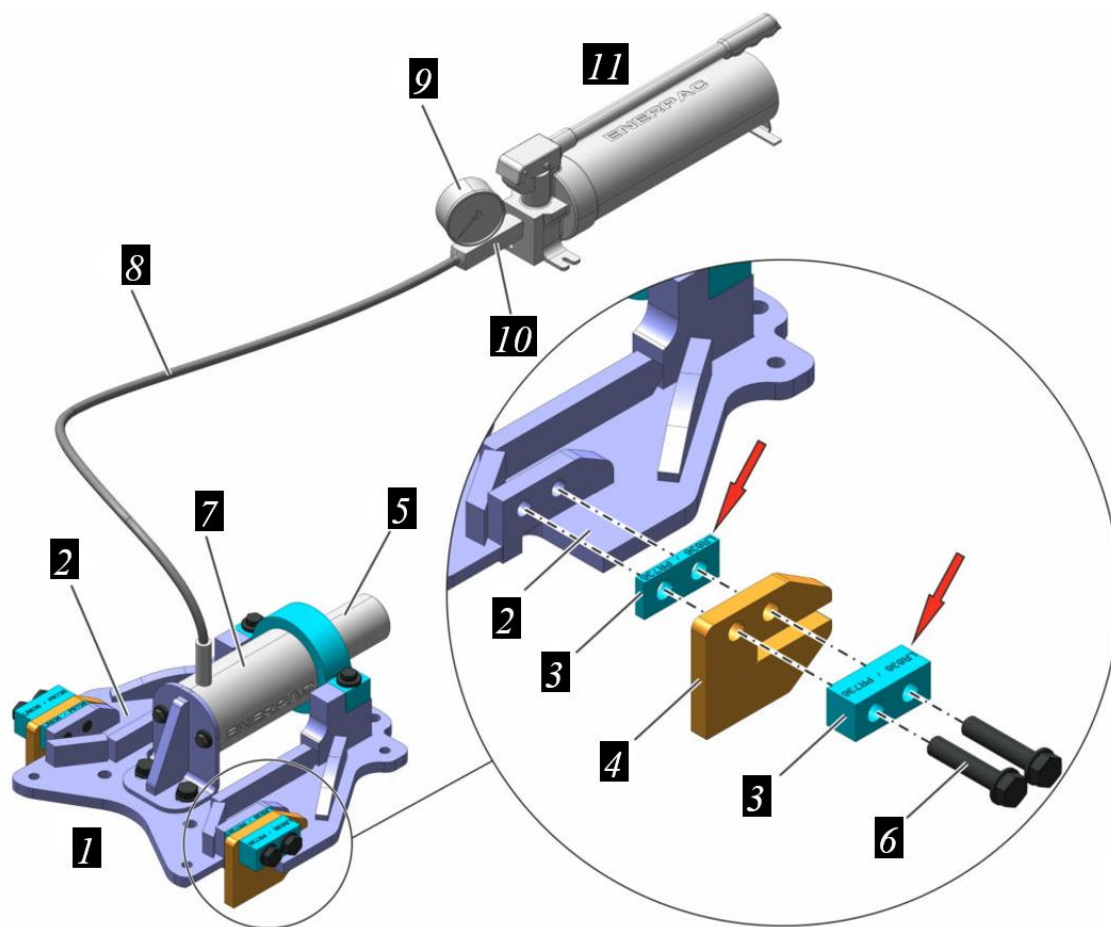
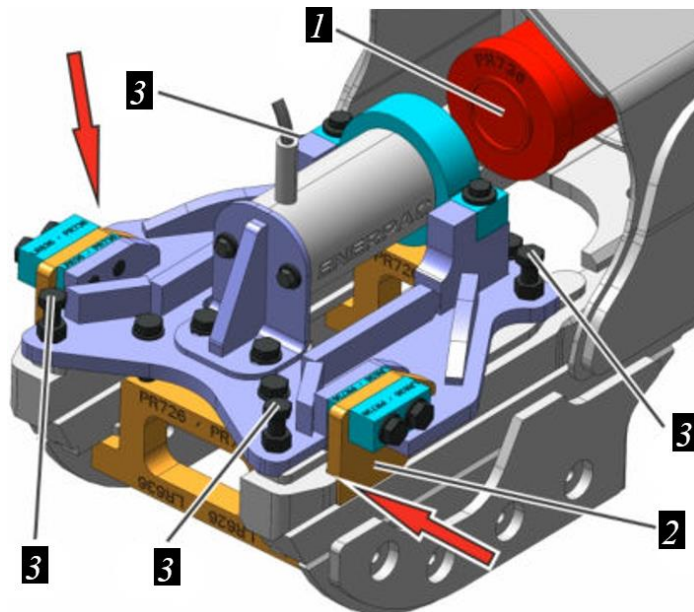

Рисунок 12.19. Установка монтажного инструмента
Рисунок 12.20. Юстировка монтажного инструмента
- Надеть промежуточную деталь 1, рис. 12.20, на шток натяжного механизма.
- Спозиционировать монтажный инструмент на раме ходовой части так, чтобы крепление 2, рис. 12.20, было установлено назад до упора рамы ходовой части.
раме ходовой части и на той же высоте, что и промежуточная деталь 1, Рисунок 12.20.
- Создать давление на гидравлическом цилиндре 7 путем задействования гидравлического насоса 11, рис. 12.19.
- ▷ Поршень гидравлического цилиндра 7, рис.12.19, выдвигается.
- ▶ Продолжать увеличивать давление, пока поршень гидравлического цилиндра 7, рис. 12.19, не коснется промежуточной детали 1, рис. 12.20.
- ▶ Установить и выровнять промежуточную деталь 1, рис. 12.20, на поршне гидравлического цилиндра 7, рис. 12.19.